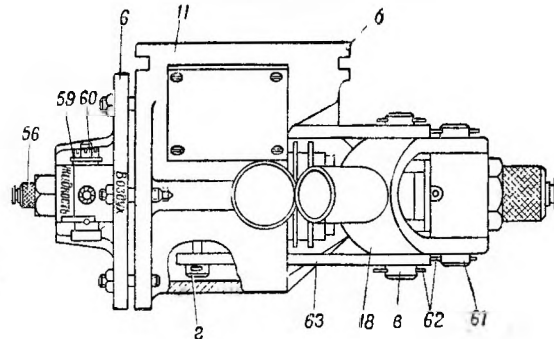

Рис. 77. Воздушно-гидравлический насос (52-II-035):
Воздушно-гидравлический насос (рис. 77) состоит из следующих основных частей: корпуса 11 насоса с крышкой 6 корпуса, поршня 12, поршня 39 высокого давления, вилки 18, рукоятки 16, тяги 63, всасывающего шланга 1 и соединительного шланга 26.
Свинтить с наконечника колпак 38 (рис. 77), а из крышки 4 вывинтить пробку 56. К наконечнику 23 присоединить при помощи специальной гайки 34 один конец соединительного шланга 26, обратив внимание на наличие и исправность кожаной прокладки 35. Другой конец соединительной трубки с клапанным устройством присоединить через промежуточный ниппель с кожаными прокладками к тройнику.
При накачивании воздуха необходимо делать рукояткой 16 (рис. 77) не более 20—30 двойных ходов в минуту, давая поршню полный ход. При качании рукояткой 16 поршень 12, связанный с вилкой 18 тягами 63, получает возвратно-поступательное движение.
- вынуть шпильки 62 (рис. 77), крепящие тяги 63 к цапфам поршня 12 и к вилке 18;
- собрать клапанное устройство соединительной трубки, для чего: вложить в штуцер 27 (рис. 77) шарик 32, пружину 31 и отверткой ввинтить упор 30; ключом А52830-6 ввинтить промежуточный ниппель, подложив под него кожаную прокладку 29;